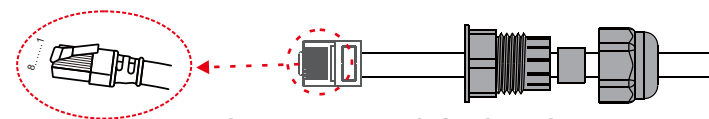

Figura 4.8-2 Pasos de funcionamiento
**Paso 3-1** Pase el cable RJ45 a través de la placa de acero y conecte el cable DRED al terminal RJ45. Como se muestra en la Figura 4.8-2, la Tabla 4.8-3 describe la definición del puerto de 6 pines.